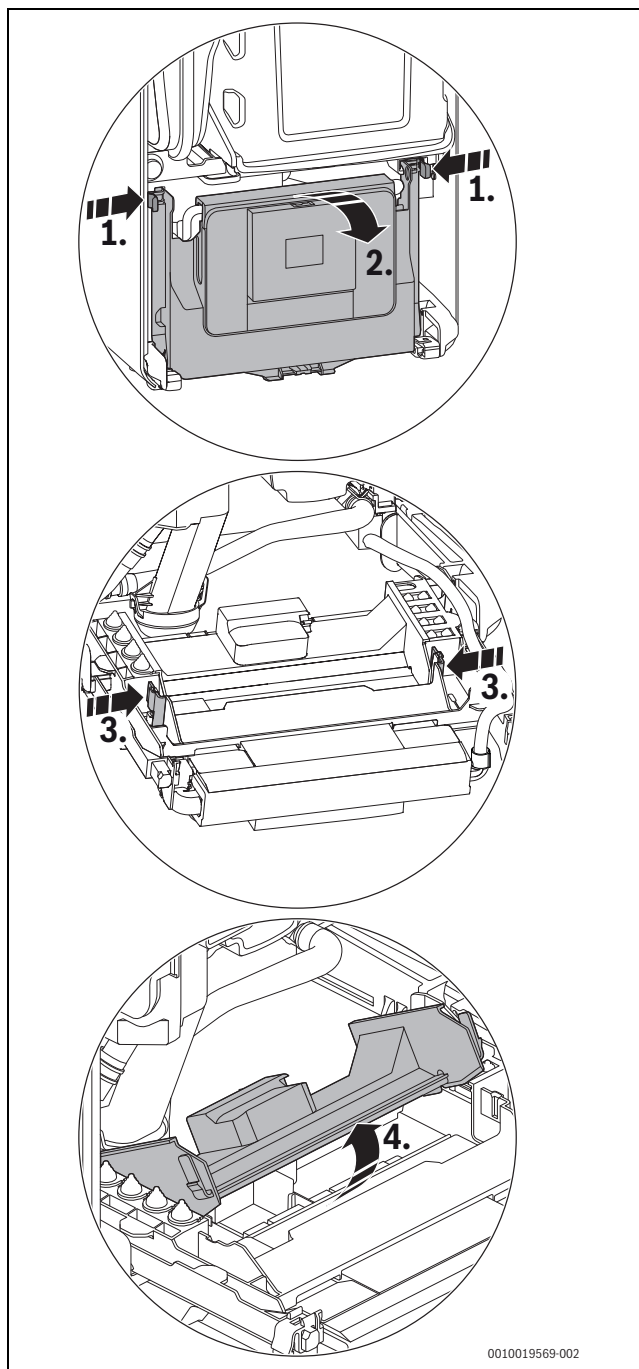

Fig. 103 Ouvrir le cache
- Rabattre le boîtier de commande (→ Figure 103, page 46).